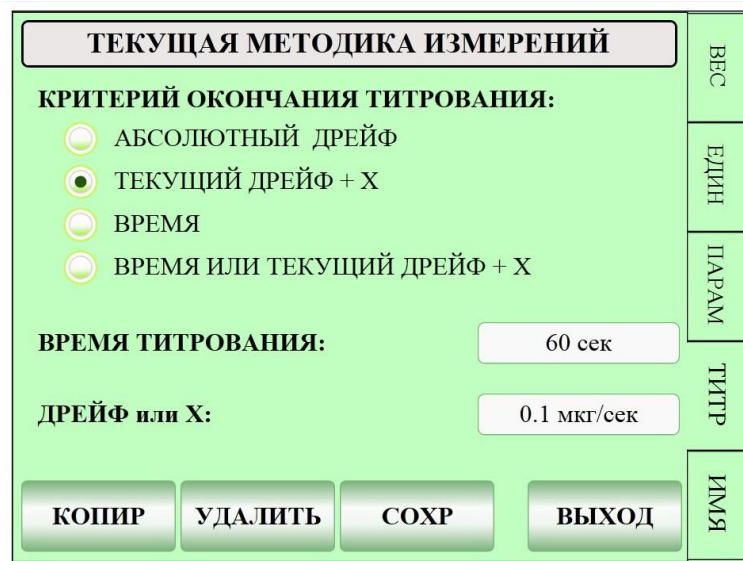

Рисунок 10
- Величина абсолютного дрейфа (пункт «АБСОЛЮТНЫЙ ДРЕЙФ»). В данном режиме прибор прекращает титрование по достижении заданного значения дрейфа. Это значение задаётся в окне редактирования методики (Рисунок 10) в поле «ДРЕЙФ или X».